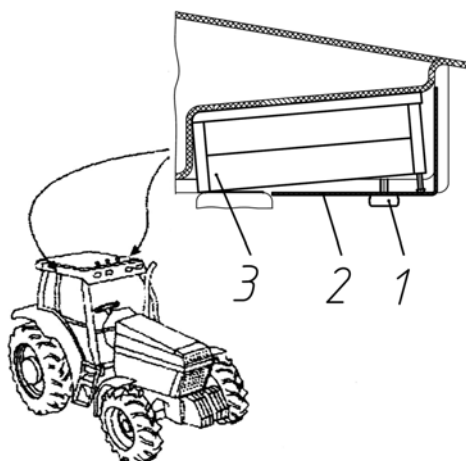

Рисунок 4.4 – Очистка фильтра системы вентиляции и отопления кабины
Фильтры системы вентиляции установлены с обеих сторон кабины трактора (рисунок 4.4).
- под выступающим краем крыши кабины отвернуть два винта с пластмассовыми головками 1 (рисунок 4.4);